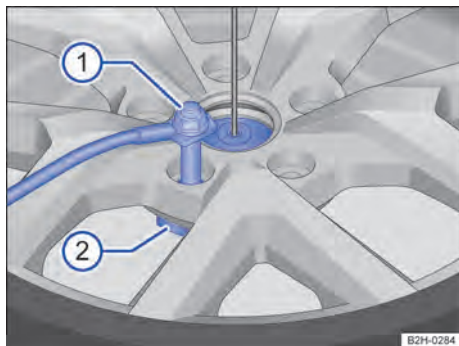

Fig. 205 Roda sobressalente ou roda de emergência: soltar o parafuso de segurança.
- ① Parafuso de segurança.
- ② Suporte do aro.
3. Desparafusar o parafuso de segurança com a chave de roda no sentido anti-horário do suporte do aro → Fig. 205 ①.